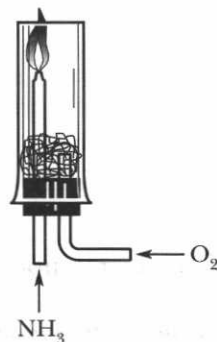

Рис. 31. Горение аммиака
**Демонстрационный опыт. Горение аммиака в кислороде.** (Необходимо проводить в вытяжном шкафу!) В небольшой стаканчик нальем  $1/3$  концентрированного раствора аммиака (25 %) и пропустим через него струю кислорода из газометра или кислородной подушки. Аммиак летуч. Поднесем к смеси паров аммиака и кислорода зажженную лучинку. Пары аммиака над поверхностью раствора вспыхивают и горят зеленоватым пламенем. Азот при этом окисляется до свободного азота (рис. 31).